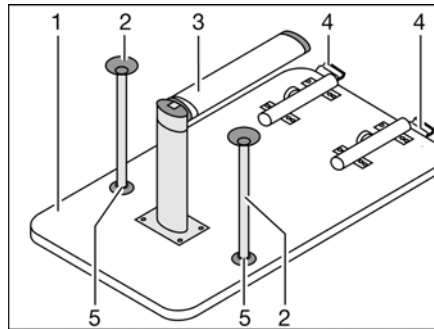

Bild 74 Bettunterbau
- Die Tischplatte (Bild 74,1) vorn ca. 45° anheben.
- Den unteren Teil des Gelenkstützfußes (Bild 74,3) um 90° umklappen. Dazu je nach Modell den unteren Teil des Gelenkstützfußes nach unten ziehen oder den Entriegelungsknopf drücken.
- An der Verriegelung (Bild 74,4) den Entriegelungsknopf drücken.
- Je nach Modell die beiden zusätzlichen Stützfüße (Bild 74,2) in die Aufnahmen (Bild 74,5) an der Unterseite der Tischplatte stecken.